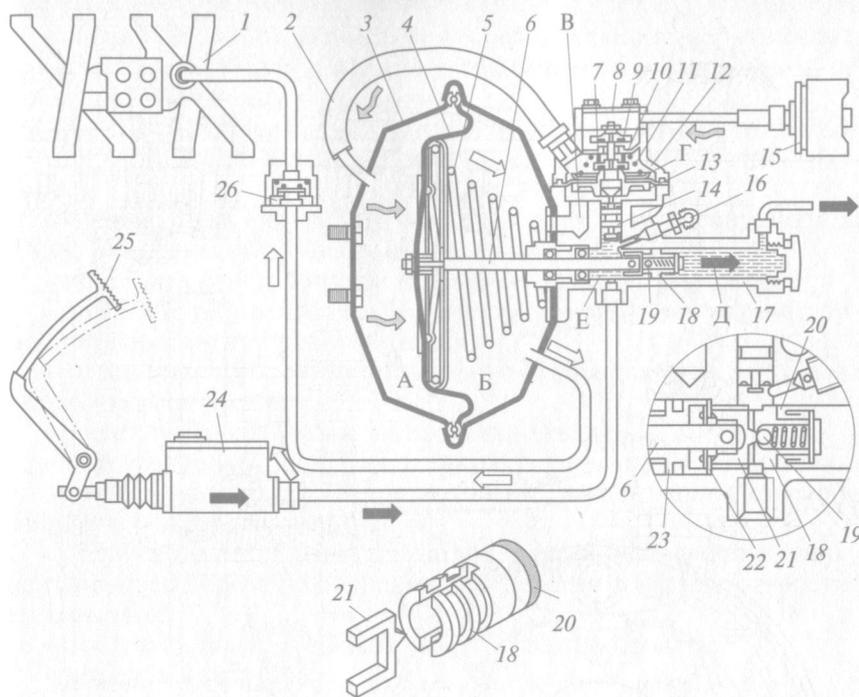

Рис. 5.5. Гидروвакуумный усилитель тормозной системы автомобиля ГАЗ-53А:
7. Ознакомиться с устройством (см. рис. 5.5) и разобрать *гидровакуумный усилитель* тормозной системы автомобиля ГАЗ-53А в следующем порядке: